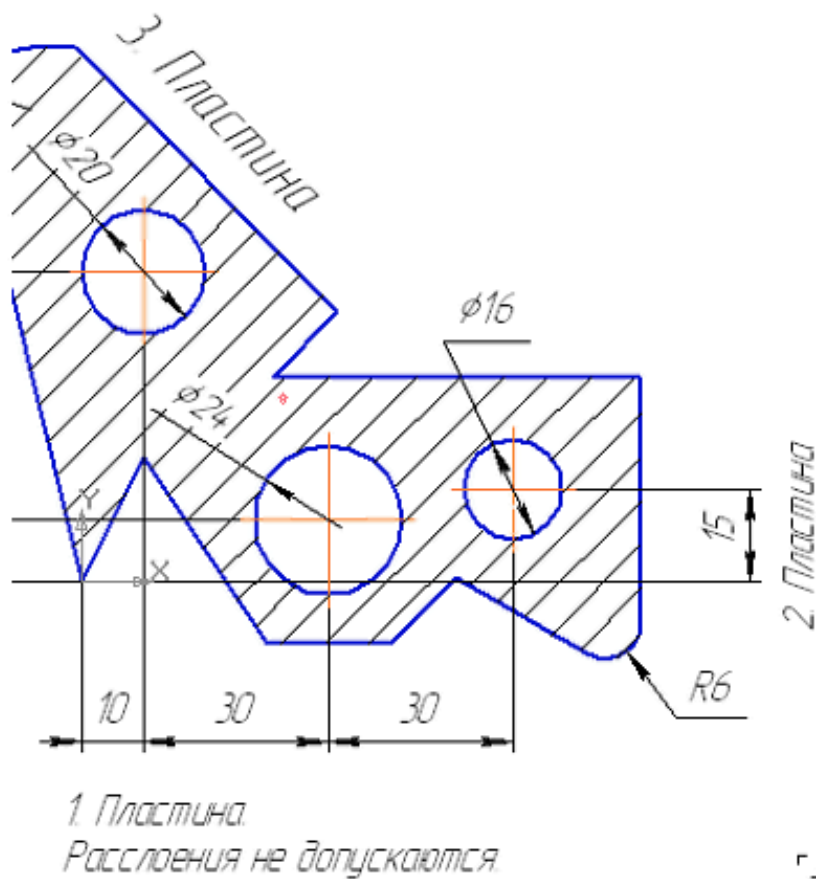

Рис. 53
4. Введите текст, рис. 53.
4. Введите текст, показанный на рис. 53